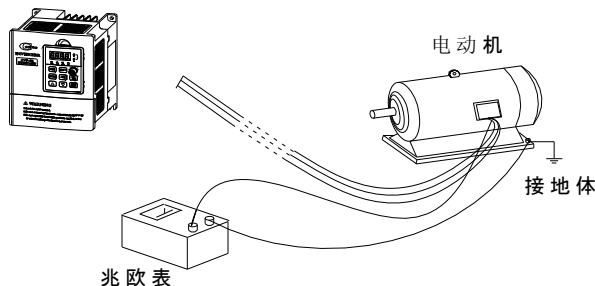

图 1-1 电机绝缘检查示意图
1.3.10 电机在首次使用或长期放置后再使用前，请做电机绝缘检查，防止因电机绝缘失效而损坏变频器。电机绝缘检查示意图如图 1-1 所示：